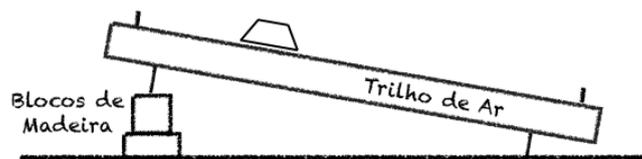

Figura 4.1: Desenho experimental.
1. Escolha um conjunto de blocos de madeira para colocar embaixo de um dos pés do trilho de ar para poder conseguir a inclinação desejada como se mostra na (Figura 4.1). A altura vertical total não pode ser maior que 12 cm para evitar que o carrinho adquira uma velocidade muito grande e o impacto ao final do trilho seja muito forte.